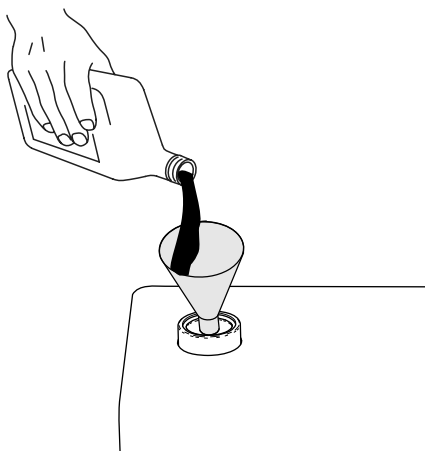

図 115
7. オイル量がディップスティック下側マークよりも少ない場合は、所定の油圧オイルを補給する 図 115。オイル量が 2 本のマークの間に来るまでステップ 4-6 を繰り返す。